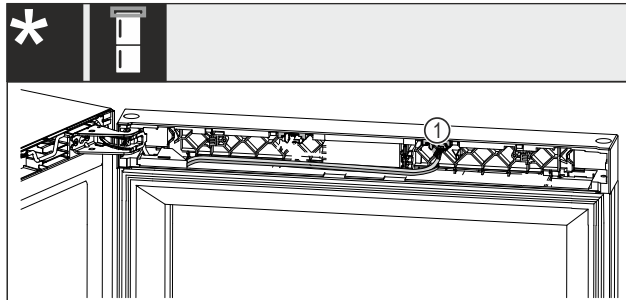

Fig. 23 Wein-Gefrier-Kombinationen\*
- Stecker Fig. 23 (1) aus dem Nest herausziehen.\*